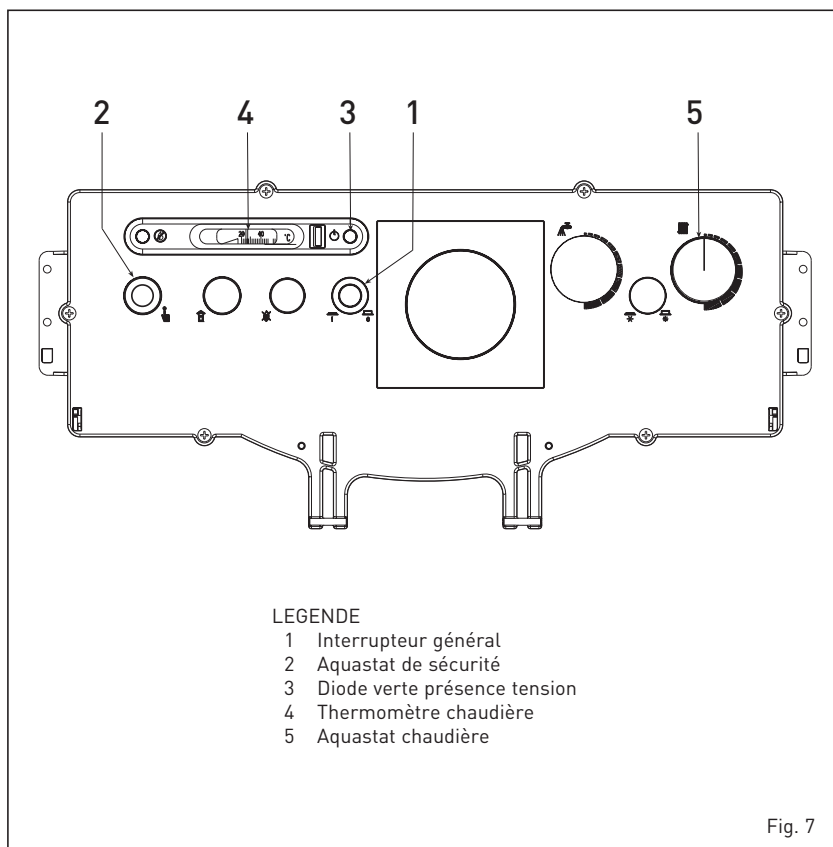

Fig. 7
3.2.1 Mise en marche de la chaudière (fig. 7)
- mettre la chaudière sous tension au moyen de l'interrupteur général (1), l'allumage de la diode verte (3) permet de vérifier la présence de tension à l'appareil. Le brûleur démarre;
- régler l'aquastat chaudière (5) sur une température non inférieure à 60°C. Pour contrôler la valeur de température programmée, consulter le thermomètre (4)
- programmer la température du sanitaire en agissant sur l'aquastat du bouilleur (6). Pour contrôler la valeur de température programmée, consulter le thermomètre (7)
3.2.2 Aquastat de sécurité (fig. 7)
3.2.4 Extinction de la chaudière (fig. 7)